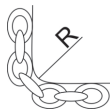

Bild 1
7. Scharfe Kanten sind jene Kanten, dessen Radius größer als der 2-fache Durchmesser der Materialdicke des Kettengliedes ist. (siehe Bild 1)